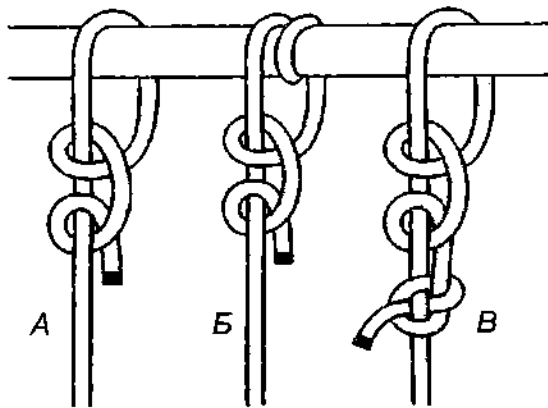

Рис. 519. А – *коровий штык*, Б – *коровий штык со шлагом*; В – *коровий штык с контрольным сеачным узлом*.
**Коровий штык** – это неправильно завязанный *простой штык*, он же *скользящий коровий узел* (*регулируемая коровья петля*) (рис. 519). **Коровий штык** может работать и как регулируемая петля и как штык. На мягкой верёвке он очень хорошо держит, а на жёсткой ходовой конец протравливается и ползёт, особенно при переменной нагрузке. Перед использованием узел необходимо хорошенько затянуть. **Коровий штык** предназначен для небольших нагрузок.